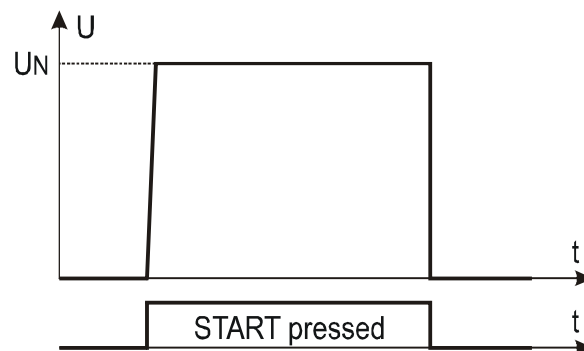

Fig. 36: Test Rigidità Dielettrica in modo Manuale o Burn
- **Modo Manuale** → La tensione di prova è mantenuta costantemente finché il tasto **START/STOP** resta premuto (vedere Fig. 36). La corrente di scarica misurata è confrontata con il valore limite impostato e il risultato è salvato in memoria
- **Modo Burn** → La tensione di prova è mantenuta costantemente finché il tasto **START/STOP** resta premuto (vedere Fig. 36) ma il risultato NON è confrontato con alcun limite e NON è salvato in memoria (test funzionale)